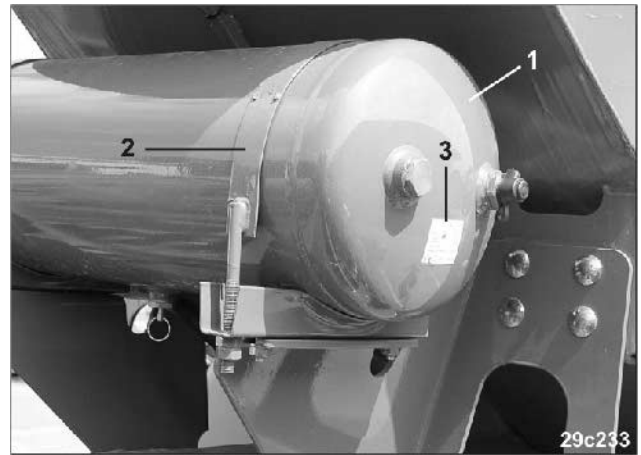

Fig. 46
Paineilmasäiliö (Fig. 46/1) ei saa
- liikkua kiinnitysnauhoissa (Fig. 46/2)
Tyyppikilpi (Fig. 46/3) ei saa